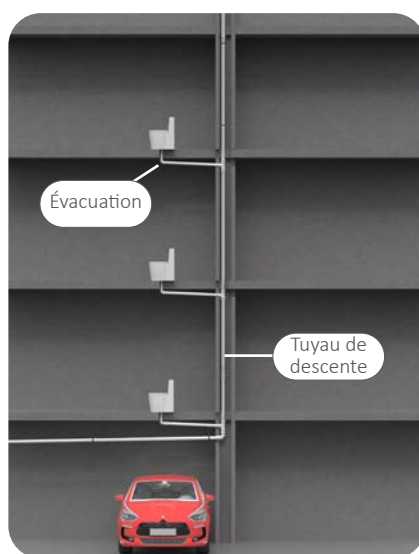

Figure 6. Schéma ventilation primaire
- Installation d'une vanne d'aération. (Figure 6)